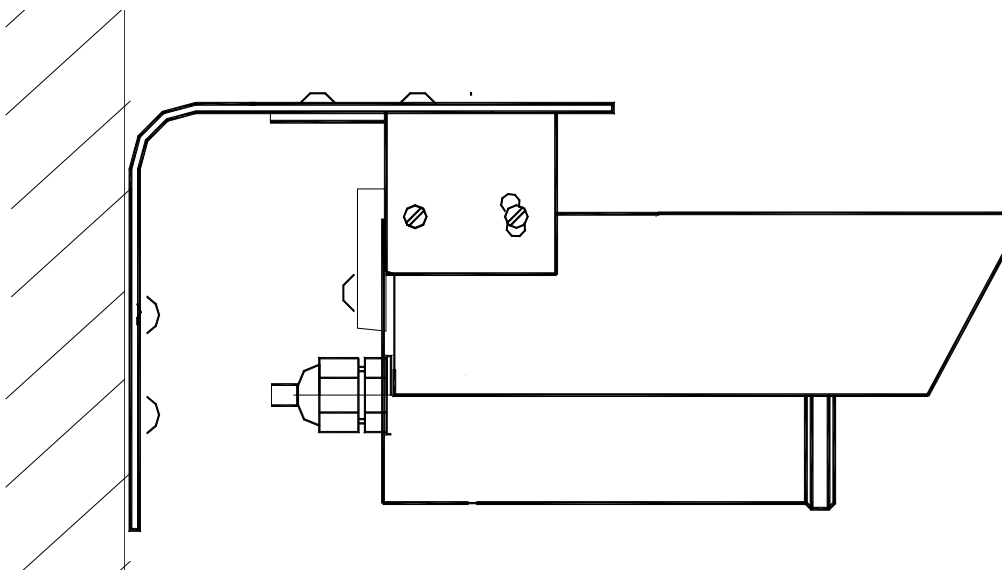

Рис.1 Установка излучателя и приемника на основании. Вид сбоку.
- прочно закрепить кронштейны излучателя и приемника на месте установки с помощью шурупов или винтов в соответствии с рис.1 приложения, при этом **юстировочный узел с корпусом должны быть снизу выступающей площадки кронштейна, а защитный козырек находился сверху корпуса;**
**Внимание! Эффективная работа подогрева возможна только при правильной установке излучателя и приемника в соответствии с рис.1 приложения.**